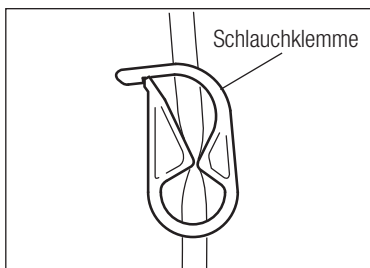

Abb.8
- 1) Schließen Sie die Schlauchklemme zwischen der Schlauchnadel und der Kühlmittelpumpe. (Abb.8)